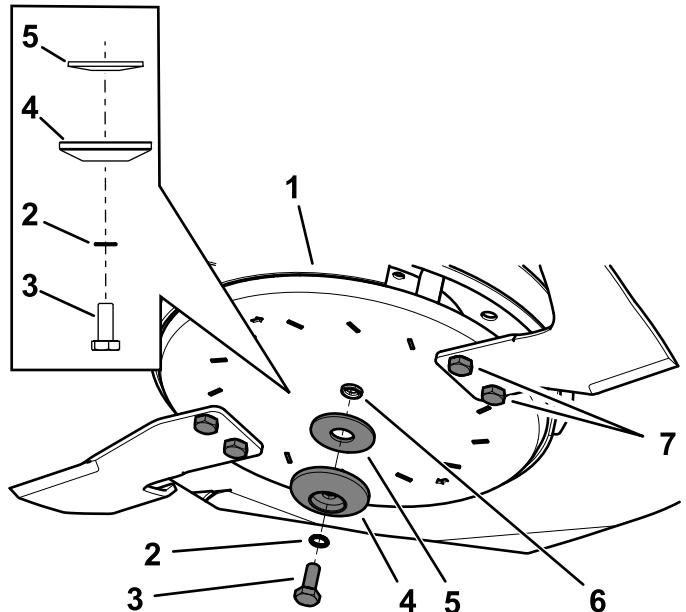

Figura 105
2. Rimovete il bullone della lama, la rondella seghettata, il fermo della lama e la rondella curva dall'albero del mandrino (Figura 105).
3. Rimovete il gruppo delle lame (Figura 105).